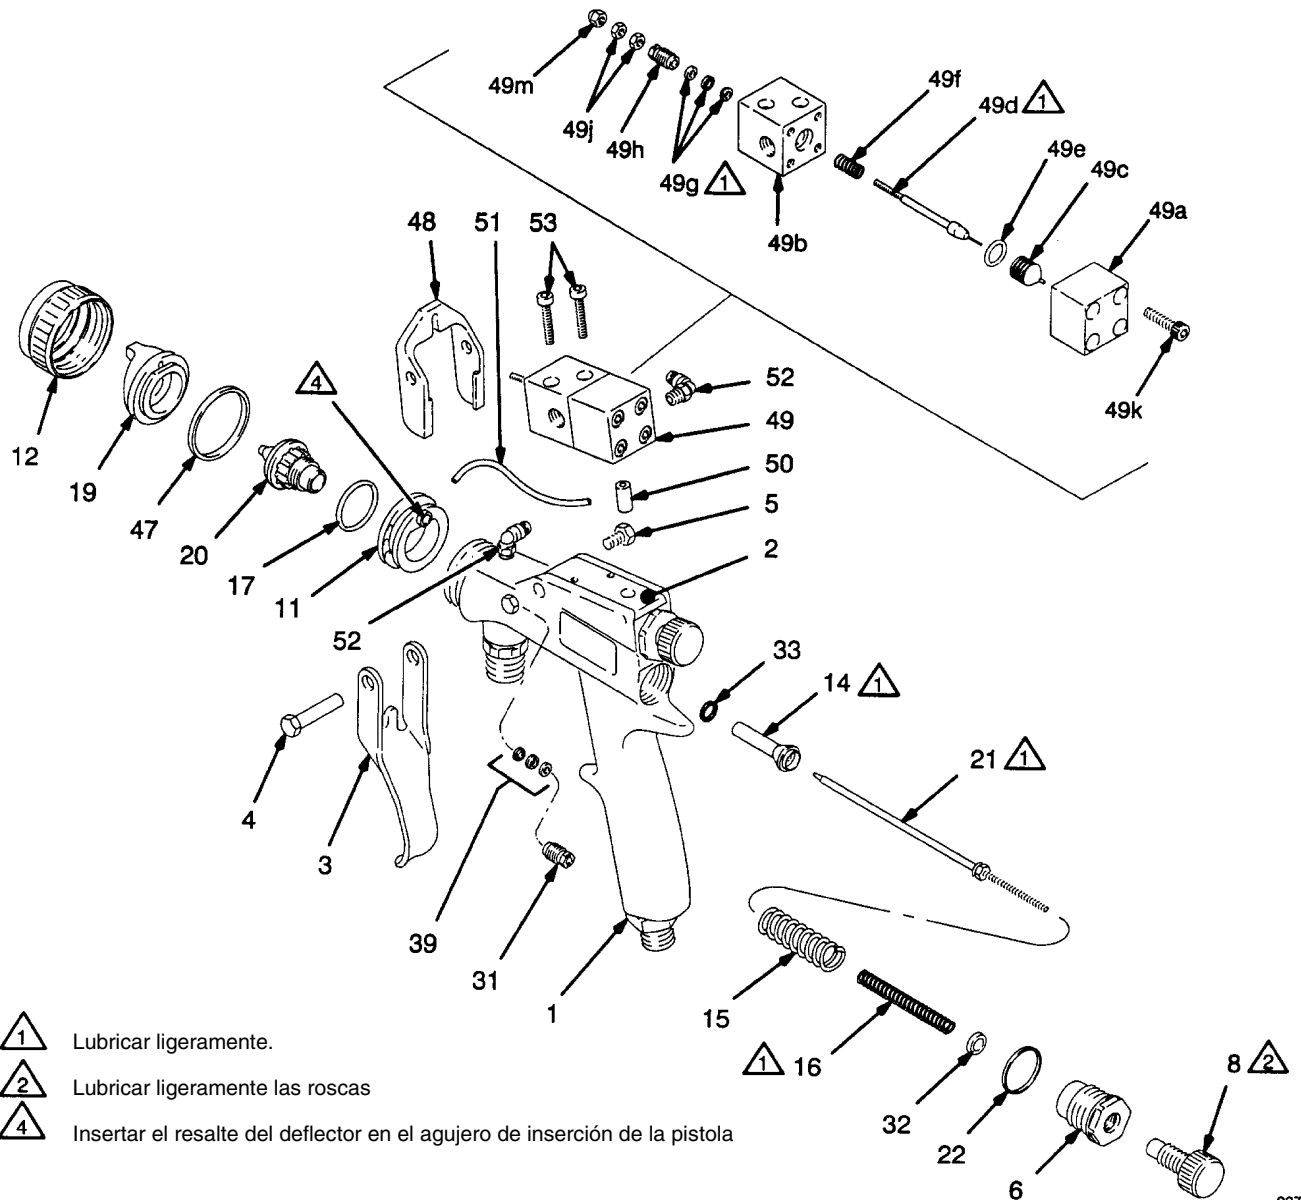

Fig. 5
- Retirar y desmontar la válvula del producto activador (49); tener cuidado de no plegar el extremo de la aguja. Ver Fig. 5.
- Verificar el deflector (11) para detectar trazas de daños. Si estuviere dañado, extraerlo cuidadosamente utilizando un destornillador y reemplazarlo.
- Lubricar ligeramente las piezas indicadas en la Fig. 5 con el producto lubricante 111 - 265.